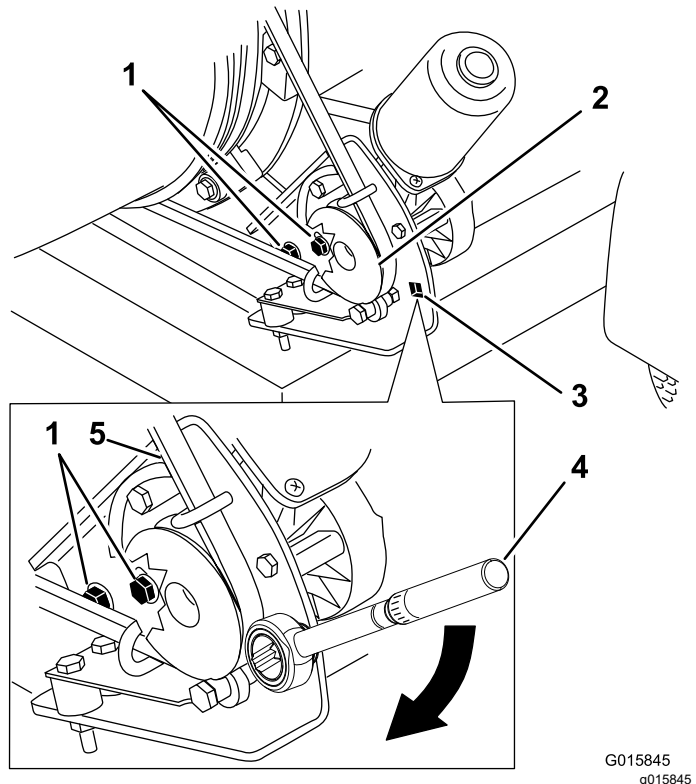

Figure 47
2. Desserrez les 2 vis à embase et les 2 contre-écrous à embase qui fixent le support de montage du moteur sur le support de carter du cadre de la machine (Figure 47).
3. Insérez le carré d'entraînement d'une clé dynamométrique dans le support de montage de la poulie, comme montré à la Figure 47.
4. Faites pivoter le support du moteur pour l'éloigner de l'embout (Figure 47) jusqu'à ce que la clé dynamométrique indique 22,6 à 26 N·m (200 à 230 po-lb).